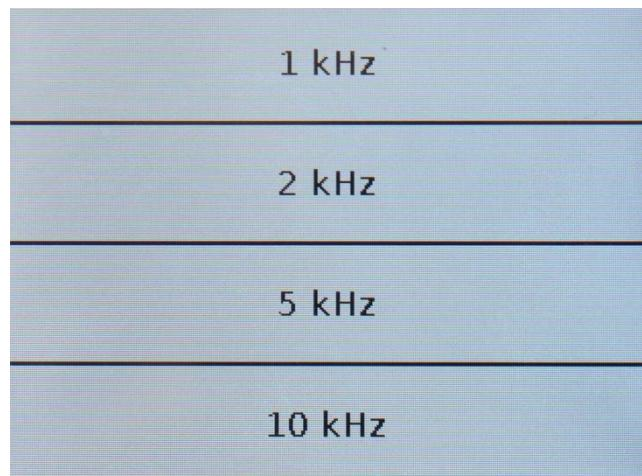

Рисунок 9.5 – Выбор полосы пропускания ПЧ в меню **BW**
9.2.5. В меню **BW** (Рисунок 9.5) осуществляется выбор полосы пропускания цифрового фильтра ПЧ. Чем уже полоса пропускания цифрового фильтра, тем выше точность измерения и соотношение сигнал / шум. При этом возрастает время сканирования.